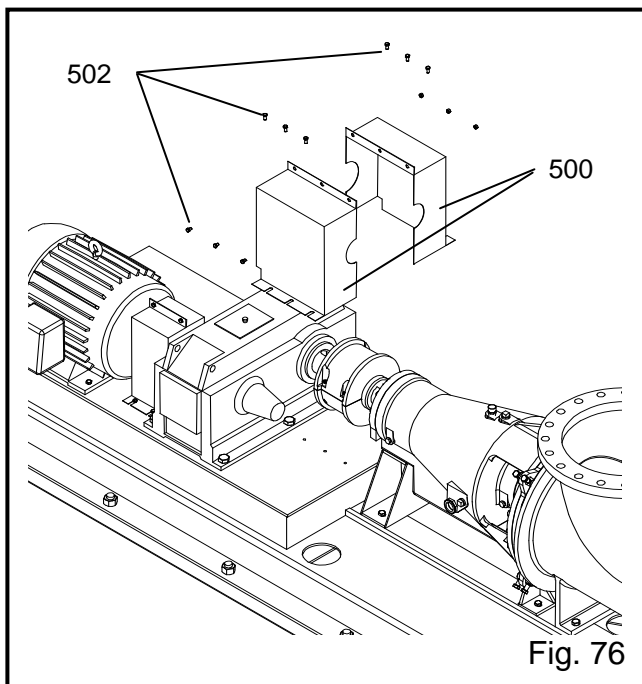

Fig. 76
28. Visser les deux moitiés du protecteur d'accouplement (500) pour les assembler et les poser sur l'accouplement. Serrer le protecteur sur le socle secondaire à l'aide des vis (502), voir Fig. 76.